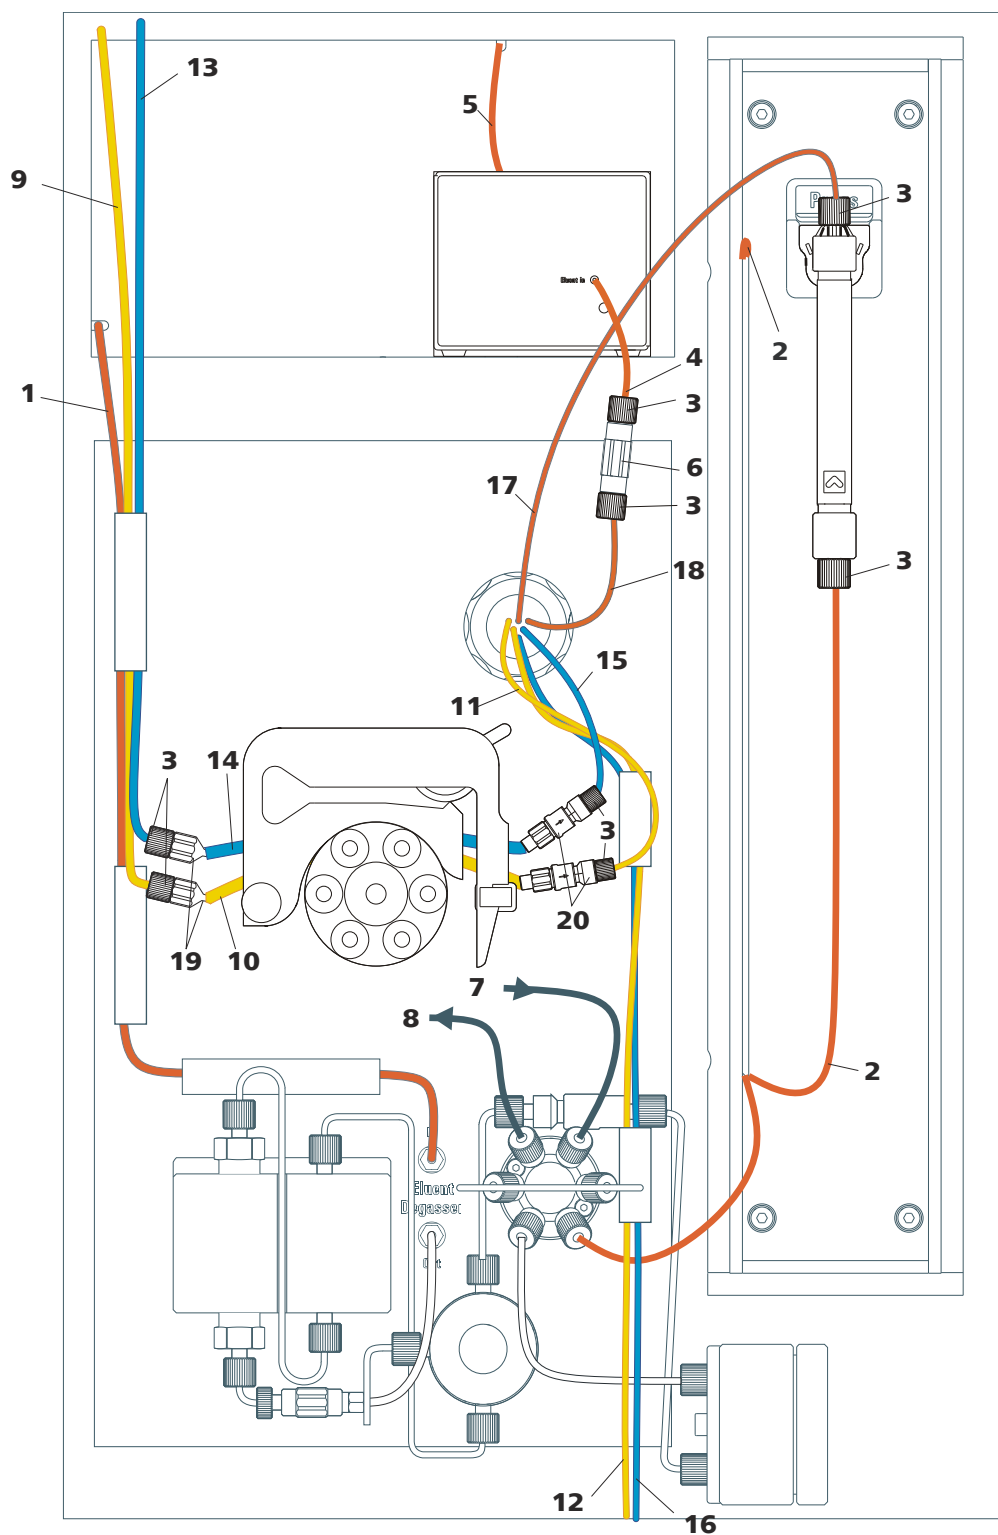

Figure 3 Schéma d'installation 881 Compact IC pro – Anion
- un schéma d'installation (*voir Figure 3, page 15*) qui représente un 881 Compact IC pro – Anion entièrement monté.